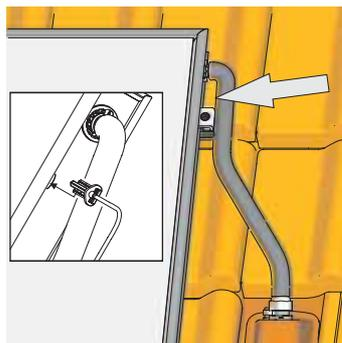

Figura 3-47 Fase di lavoro 2
2. Inserire la sonda di temperatura del collettore nel collettore piano fino a sentire lo scatto (vedere Figura 3-47). La sonda deve rimanere bloccata nella lamiera dell'assorbitore.